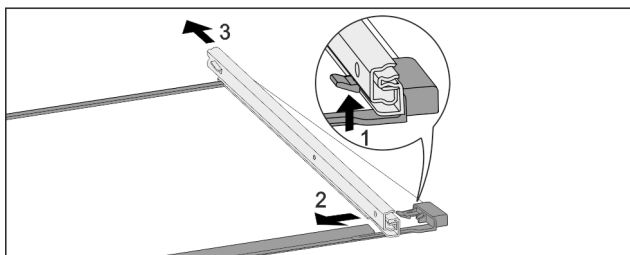

Fig. 159 Placa de sticlă cu șine
- Apăsați în sus cârligul de blocare frontal. Fig. 159 (1)
- Îndepărtați șinele de extragere prin împingere în lateral Fig. 159 (2) și spre spate Fig. 159 (3).